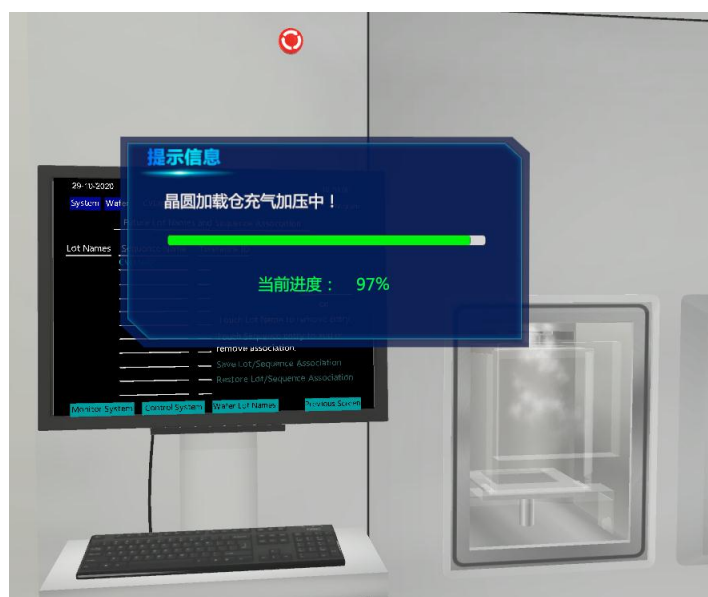

图 8-15 CVD SEQ
5) 鼠标点击“CVD SEQ”按钮，如图 8-15 所示。